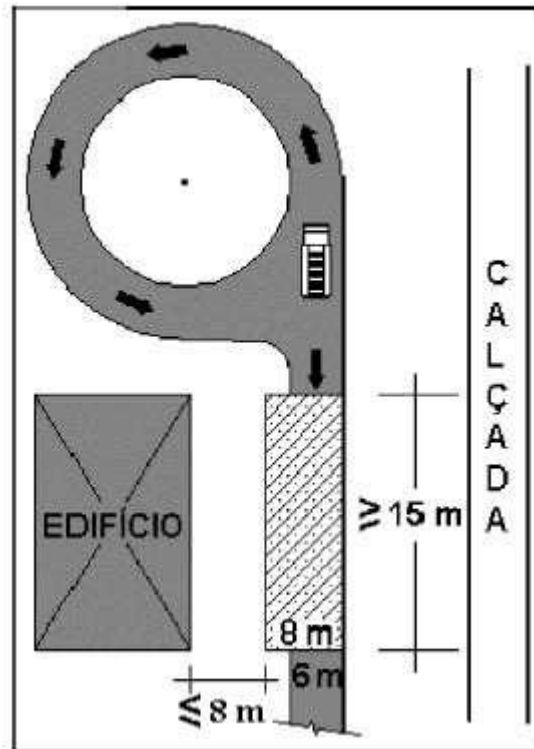

Figura 8 – Faixa de Estacionamento
5.1.1.2.7 A faixa de estacionamento deve estar livre de postes, painéis, árvores ou qualquer outro elemento que possa obstruir a operação das viaturas. (Figura 8).